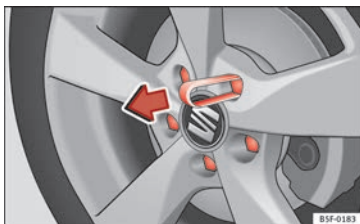

Fig. 61 Extrair a tampa do parafuso da roda.
- Encaixe a pinça de plástico (ferramenta de bordo) na capa de proteção até que encaixe »» Fig. 61.